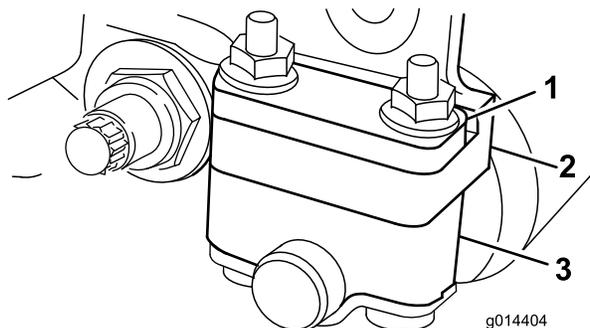
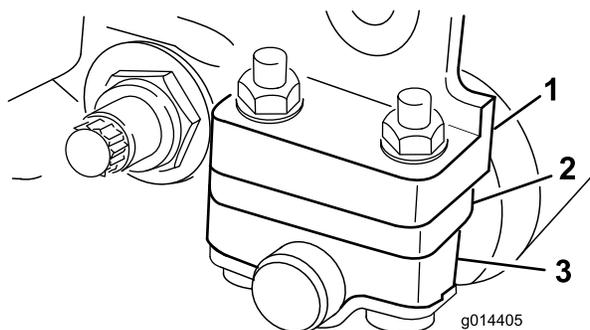

Рисунок 15
Рисунок 16
В зависимости от требуемого диапазона высоты скашивания установите кронштейны заднего валика (Рисунок 15 или Рисунок 16) в нижнее или верхнее положение.
- Если настройки высоты скашивания находятся в диапазоне от 1,5 до 6 мм, установите проставку над монтажным фланцем боковой пластины (установленной на заводе), как показано на Рисунок 15.
- Если настройки высоты скашивания находятся в диапазоне от 3 до 25 мм, установите проставку под монтажным фланцем боковой пластины, как показано на Рисунок 16.
4. Установите проставки на болты над или под кронштейнами валика, в соответствии с требуемым положением (Рисунок 15 или Рисунок 16).